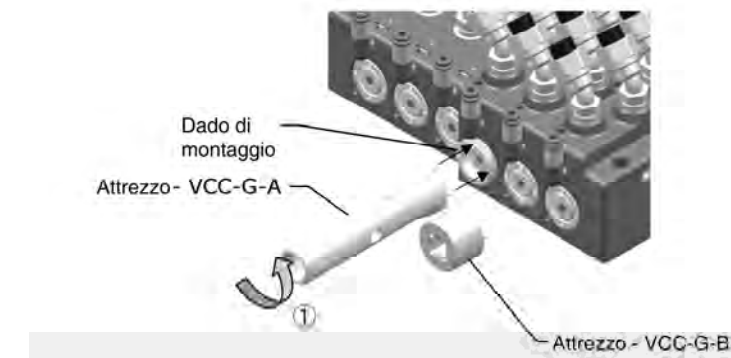

Figura 4
- Svitare ① e rimuovere il dado di montaggio mediante l'utensile VDC-G-A (o cacciavite VDC-G-B). Vedere Figura 4.